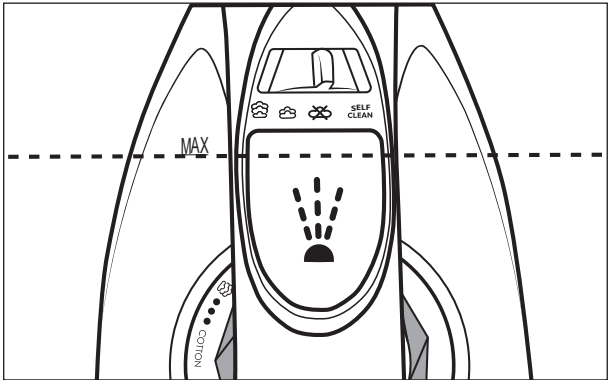

Abb. 1
- 3) Befüllen Sie mit dem Messbecher **1** den Wassertank  **2** bis höchstens zur Markierung **MAX** (siehe Abb. 1).